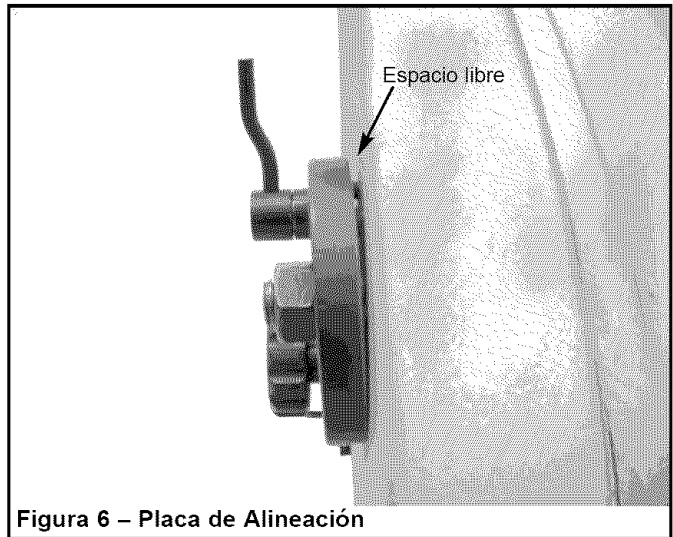

Figura 6 – Placa de Alineación
- La mayor parte de las veces la placa de fijación debe inclinarse al grado deseado tal como se muestra en la Figura 6 (la parte superior de la placa de alineación debe separarse de la pared del armario, mientras la parte inferior de la placa de alineación debe tocar la pared del armario).